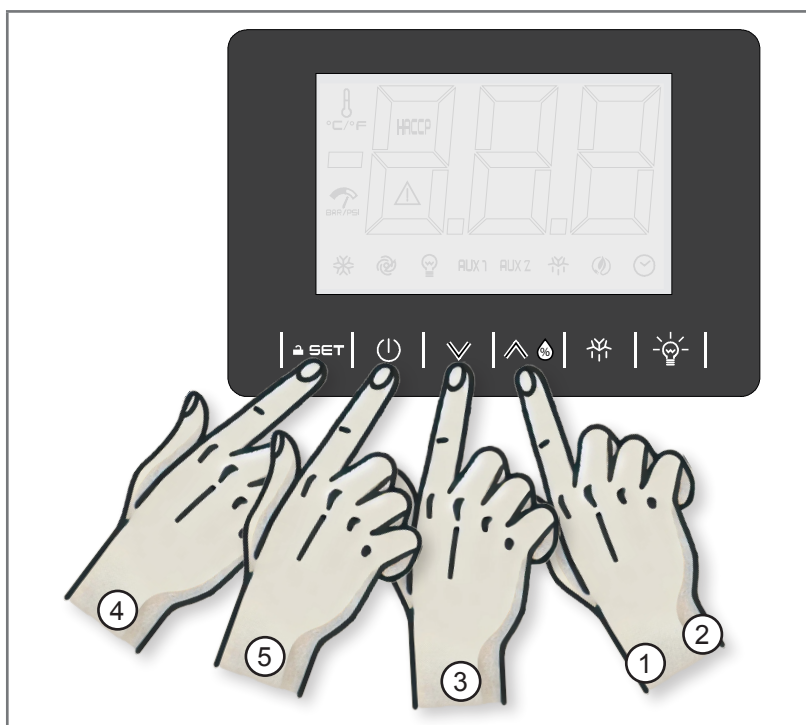

Fig 3.9 - Fonctions de niveaux d'humidité
1. Appuyer pendant 1 seconde sur la touche HAUT / GESTION DE L'HUMIDITÉ (1 - Fig. 3.9) : l'écran affichera le niveau d'humidité actuellement actif (« **rH1** » ou « **rH2** » ou « **rH3** »).
2. Appuyer sur la touche HAUT (2 - Fig. 3.9) ou BAS (3 - Fig. 3.9) dans les 15 secondes pour sélectionner « **rH1** » ou « **rH2** » ou « **rH3** ».
3. Appuyer sur la touche SET (4 - Fig. 3.9) pendant 2 secondes pour confirmer le niveau d'humidité choisi.
4. Appuyer sur la touche ON/STAND-BY (5 - Fig. 3.9) (ou ne rien faire pendant 60 secondes) pour quitter la procédure.